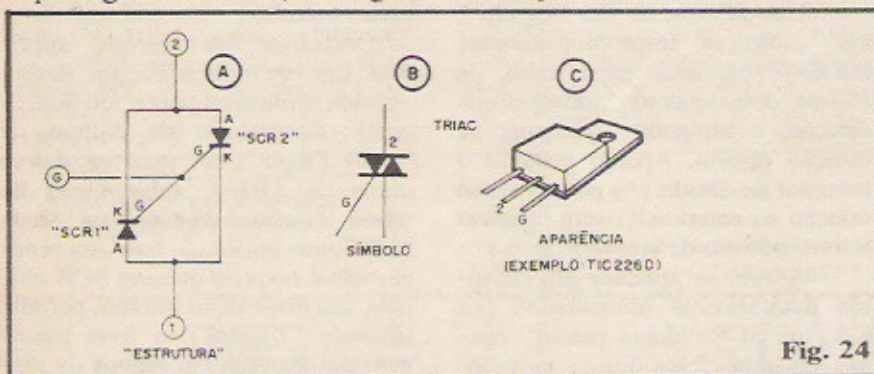

Fig. 24
- FIG. 24-A - Embora alguns detalhes construcionais (que não vem ao caso, agora...) sejam, na verdade, diferentes, podemos considerar um TRIAC como contendo, internamente, dois SCR ligados em **paralelo**, porém apontando para "direções" opostas, conforme sugere o diagrama de "estrutura"... **Anodo** de um com o **catodo** do outro e vice-versa... Os terminais de controle (G) são como que "juntados", de modo que o TRIAC possa ter seus dois "SCRs" internos "gatilhados" através de um único **gate**... Observem ainda que, como não há mais **polaridade** entre os extremos do arranjo, não podemos atribuir-lhes os nomes "tradicionais" de **anodo** e **catodo** (cuja "vinculação" com as polaridades respectivas - **positivo** e **negativo**, remontam à pré-história da Eletrônica, ao diodo de De Forest, uma velhíssima "válvula" de vidro com dimensões, peso e eficiência equivalentes a uma garrafa de cerveja...). Assim, os terminais extremos são denominados simplesmente "1" e "2", enquanto que o **gate** continua sendo o **gate**,
- FIG. 24-B - O símbolo guarda, em sua estilização gráfica, imediata correspondência com a função e com a "diferenciação" do TRIAC com relação ao seu "irmão de mão única", o SCR, mostrando nitidamente as duas "setas", cada uma "apontando" num direção, para enfatizar a possibilidade de atuar em CA. Guardem bem o desenho do símbolo, pois trata-se de componente que aparecerá **muito** em montagens no decorrer do nosso "Curso"...
- FIG. 24-C - TRIACs são, inerentemente, componentes de alta potência (praticamente todos os TRIACs "encontráveis" são capazes de manejar algumas centenas de Watts, Correntes de alguns Amperes e Tensões de centenas de Volts...). Assim, nenhum deles pode ser pequenino, feito um transistor da série "BC"... A figura mostra a aparência mais comum do componente (da série TIC...), com a devida identificação dos terminais. A lapela metálica incorporada ao componente destina-se a facilitar a irradiação de calor (naturalmente gerado no funcionamento, devido às consideráveis potências manejadas...) e à eventual fixação de um dissipador metálico externo (detal-